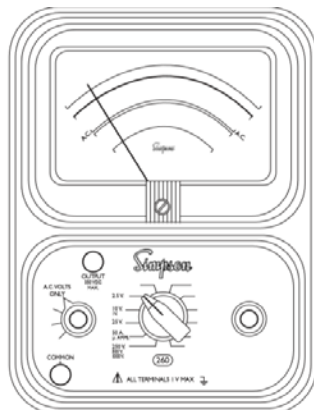

Figura 4-9 Posición de contactos e interruptores para mediciones de salida
- Ajuste la función del interruptor a CA solo en posición de volts (figura 4-9)